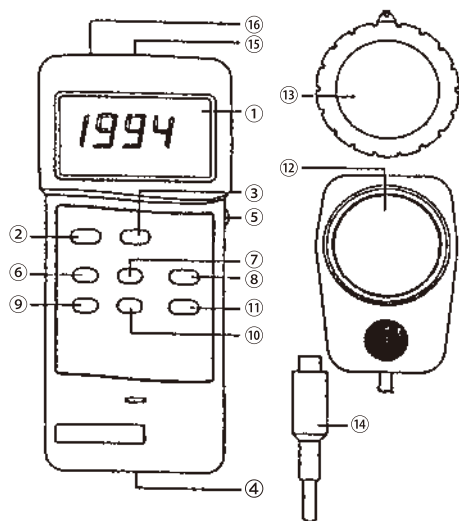

図1
- (1)「電源 OFF/ON スイッチ (図 1、②)」を押して ON にしてください。
- (2) 下記の手順によりゼロ調節をしてください。
1. 光センサー (図1、⑫) にセンサーカバー (図1、⑬) をかぶせます。
2. 「レンジスイッチ (図1、⑪)」を2000 LUXの位置にします。
3. 「ゼロ調整ボタン (図1、⑨)」を押します。表示部の値は0になります。
- (3)「光源選択スイッチ (図 1、⑧)」を押してタングステン電球、蛍光灯、水銀灯、日光のうちから光源を選択してください。表示部には選択した光源が下記に示すマークで表示されます。
(1) データホールド
測定中「データホールドスイッチ (図1、③)」を押すと表示部がホールドされ表示部に「D.H」マークが点灯します。データホールド機能を解除するには「データホールドスイッチ」を再度押してください。
(2) リラティブ%照度測定
測定中「% (リラティブ) スイッチ (図1、⑩)」を押すとその時の測定値が100%で表示されます。その後の測定値が、最初にスイッチを押した時の値に対してパーセンテージで表示されます。パーセンテージは下記の公式で計算されています。
(3) データ記録 (最大・最小・平均値)
データ記録機能では、測定した最大・最小・平均値を表示します。「メモリーRECORD (記録) スイッチ」 (図1、⑥) を押すと「REC」マークが表示部に点灯し、データ記録機能になります。
1. 「メモリーCALL (呼出) スイッチ (図1、⑦)」を1回押すと「MAX」マークと記録された最大値が表示部に点灯します。
- (1) 本器はオートパワーオフ機能付きで、電池消耗を防ぎます。最終操作後約10分で自動的に電源がオフされます。オートパワーオフ機能を解除するには「メモリーRECORD（記録）スイッチ」を押してください。
- (2) 表示部のコントラスト調整ができます。「LCD コントラスト調整（図1、⑤）」で見やすいコントラストに調整してください。
本器に3.5mmφのジャックプラグを接続して RS323によるデータ出力使用ができます。（図1、⑯参照）出力は16桁です。
- (1) 電池電圧が 6.5V-7.5V 以下になると、表示部の左側に「LBT」マークが点灯します。電池交換をしてください。電池電圧低下表示されてから、本器が正常に作動しなくなるまでの数時間は仕様内での測定ができる場合もあります。
- (2) 電池カバー（図 1、④）を 1 円コイン等を電池蓋の溝に差し込んで開けて、電池を取り出します。
- (3) 新しい電池（9V、006P タイプ）と交換し、カバーを元に戻します。